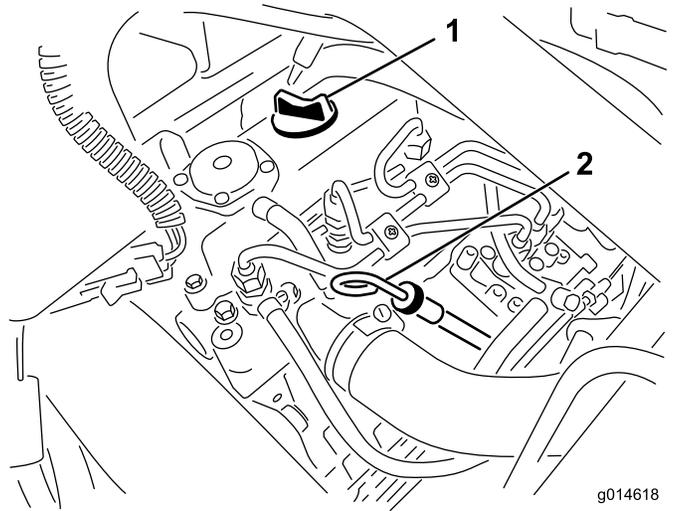

図 29
2. ディップスティックを抜きウェスで一度きれいに拭く(図 29)。